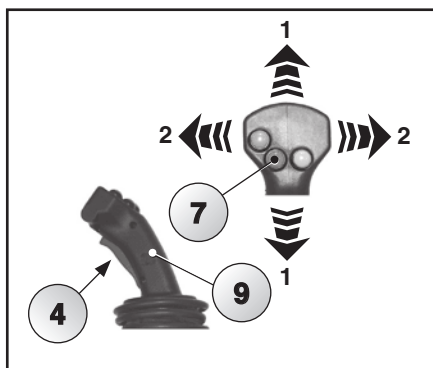

Fig. 5.95
Tenendo premuto il pulsante di sicurezza color verde (4) (uomo presente) e tenendo premuto il tasto rosso (7) è possibile muovere la l'impugnatura del Joystick (9) nelle direzioni indicate (Fig. 5.95) per alimentare i giunti rapidi come evidenziato in figura 5.96.
Tenendo premuto il pulsante di sicurezza color verde (4) (uomo presente) e tenendo premuto il tasto rosso (7) è possibile muovere l'impugnatura del Joystick (9) nelle direzioni indicate (Fig. 5.95) per alimentare i giunti rapidi come evidenziato in figura 5.96.